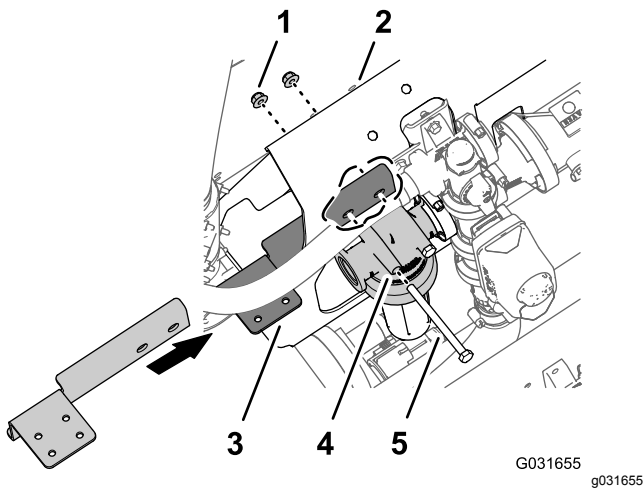

图 222
- 拧下将滤头固定到歧管安装架上的 2 个凸缘锁紧螺母 5/16 英寸图 222。
5. 将切断阀安装架Toro 零件号 131-3725-03的长法兰的孔与歧管安装架前侧的 2 个螺栓5/16 x 4 英寸对齐图 222。
6. 使用在步骤 4 中卸下的 2 个凸缘锁紧螺母将切断阀安装架安装到歧管安装架和螺栓上图 222。